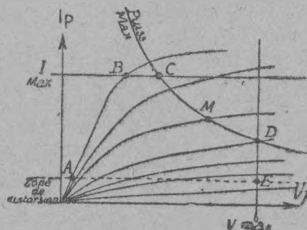

Fig. 8. — Zone permise : A B C M D E A.
créée encore une limite sur les courbes. Rappelons que la courbe de puissance anodique maximum et les autres courbes iso-puissance (1) sont des hyperboles. Sur le réseau I_p/V_p , on voit quel est l'aspect de ces dernières (fig. 8). Sur le réseau I_p/V_g , on ne peut avoir une figure lisible que quand il s'agit d'une triode. Dans ce cas, on notera l'existence, pour les tensions plaque trop faibles, d'une série de caractéristiques en éventail (au lieu de parallèles). La première qui commence à être parallèle aux
(1) Une courbe « iso-puissance » est celle qui réunit tous les points où la puissance est la même.